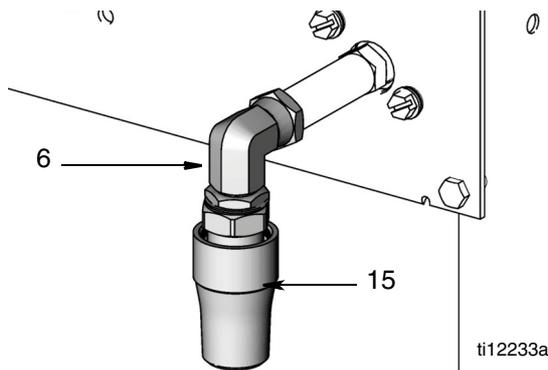

FIG. 26
- Dévissez l'assemblage adaptateur du mamelon (13), coude (6) et buse d'émérillon (15) et enlevez cet assemblage du collecteur (14) (FIG. 26).